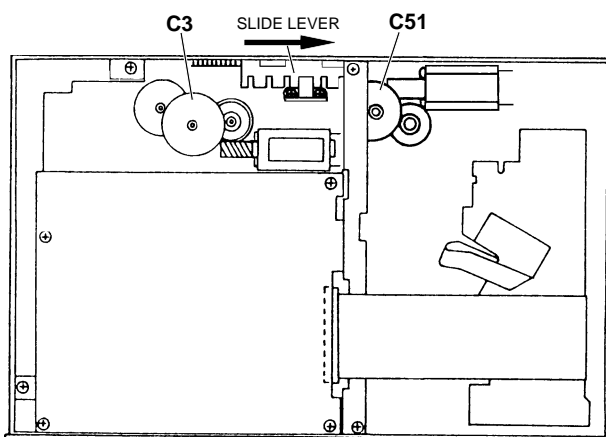

Fig. 11
- Das Zahnrad **C51** (Fig. 11) im Uhrzeigersinn bis zum Anschlag drehen (der Disc-Einschub wird in das Magazin geschoben).
- Zahnrad **C3** (Fig. 11) solange gegen den Uhrzeigersinn drehen bis sich der Schieber am Anschlag (Pfeilrichtung) befindet und das Magazin ausgeworfen wird.
- Turn the gearwheel **C51** (Fig. 11) clockwise to the limit stop (disc shelf is moved into the magazine).
- Turn the gearwheel **C3** (Fig. 11) anticlockwise until the "Slide Lever" arrives at the limit stop (arrow) thus ejecting the magazine.